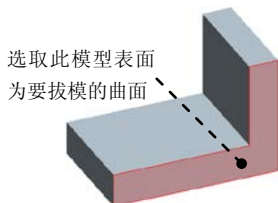
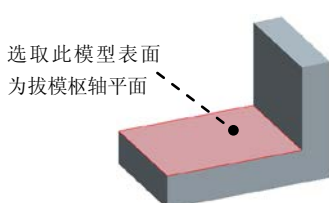

图 5.15.3 选取要拔模的曲面
图 5.15.4 选取拔模枢轴平面
Step3. 选取要拔模的曲面。选取图 5.15.3 所示的模型表面。
(1) 在操控板中单击  图标后的 **单击此处添加项目** 字符。
(2) 选取图 5.15.4 所示的模型表面。完成此步操作后, 模型如图 5.15.4 所示。